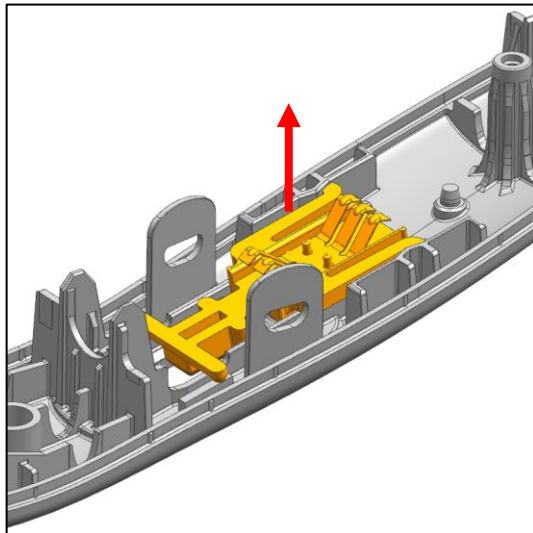

Abb. 12
- b) Entnehmen Sie anschließend den Schalterbügel mit aufgespreizter Kontaktfeder (Abb. 12).